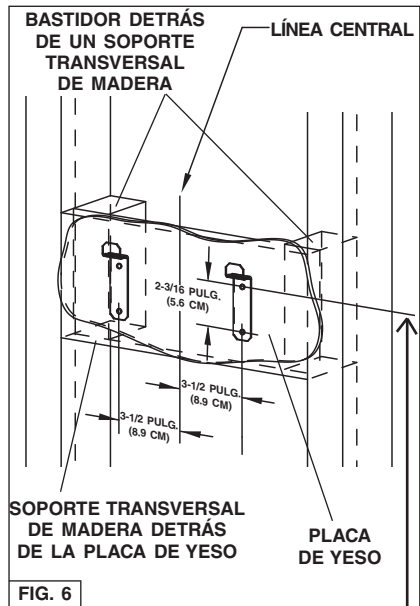

FIG. 6
- Construya un bastidor de **madera** en la pared que quede al ras de la superficie interior de los montantes de pared. Fig. 6. Asegúrese de que:
- Después de terminar la superficie de la pared**, asegure los soportes de montaje a la estructura con (4) tornillos de montaje de 4.8 x 38 mm. Vea la ubicación del soporte de montaje en la tabla que aparece abajo. **No use taquetes para placa de yeso.**